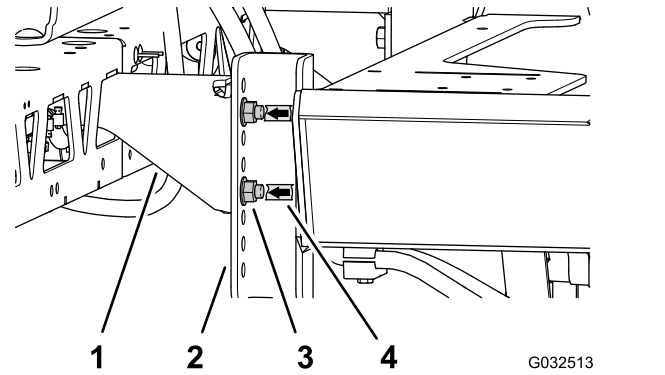

図 68
3. フランジヘッドボルト1/2 x 1-1/4インチ4本とフランジロックナット1/2インチ4個でセンターブームのサポートブラケットを機体のチャンネル部材に固定している穴の位置を、テープなどでマーキングする 図 68。